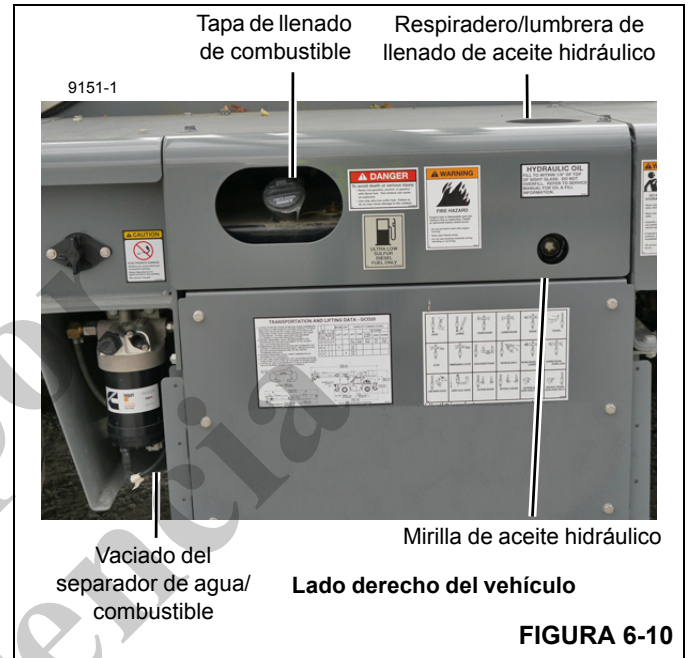

FIGURA 6-10
Revise diariamente el nivel de combustible antes de poner en funcionamiento. Gire la llave de encendido a la posición de MARCHA y observe el medidor de combustible en el tablero de instrumentos. Si es necesario, llene el tanque (Figura 6-10) con el combustible recomendado.
Vea Figura 6-10.
3. Verifique el nivel de aceite en la mirilla de nivel de aceite hidráulico (Figura 6-10).